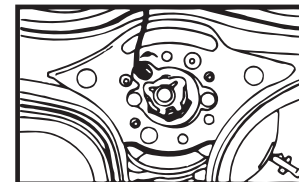

FIG. 2
2. Débrancher le fil du klaxon en abaissant le connecteur en plastique tout en le tournant légèrement en sens antihoraire (voir figure 2).